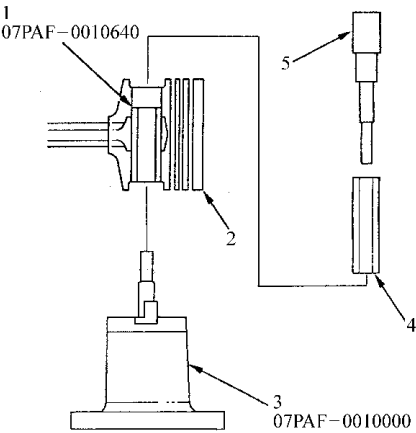

图 2-43 将导向环安装到活塞和连杆上
3) 如图 2-43 所示，让压花标记面朝上，将活塞总成 2 安放在专用工具 3 上。确保要将活塞上的凹面放在专用工具的凸起上。借助销子拆装器 5 和液压